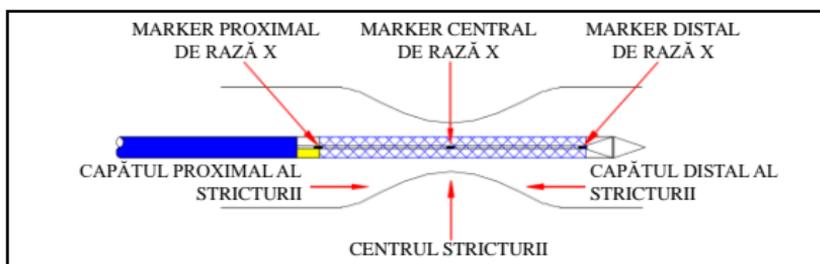

Figura 4
- Atunci când markerul central de raze X ajunge în centrul stricturei țintă, continuați să trageți înapoi conectorul în formă de Y până când stentul este complet instalat. (A se vedea figura 4, 5)
- Atunci când markerul central de raze X ajunge în centrul stricturei țintă, continuați să înaintați către conector până când stentul este complet instalat. (A se vedea figura 4, 6)